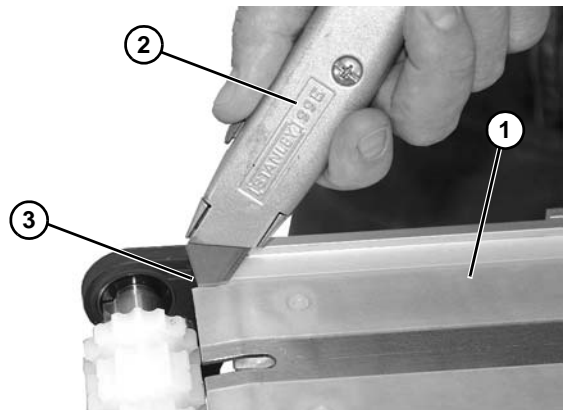

Figura 75
5. Instale la nueva tira de desgaste (**Figura 75, artículo 1**).
6. Con la ayuda de una navaja (**Figura 75, artículo 2**), corte una muesca en cada esquina (**Figura 75, artículo 3**).